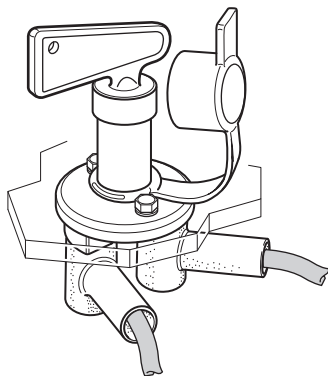

Abb. 51
- Gummischutzkappen auf Anschlusschrauben schieben (Abb. 51.)